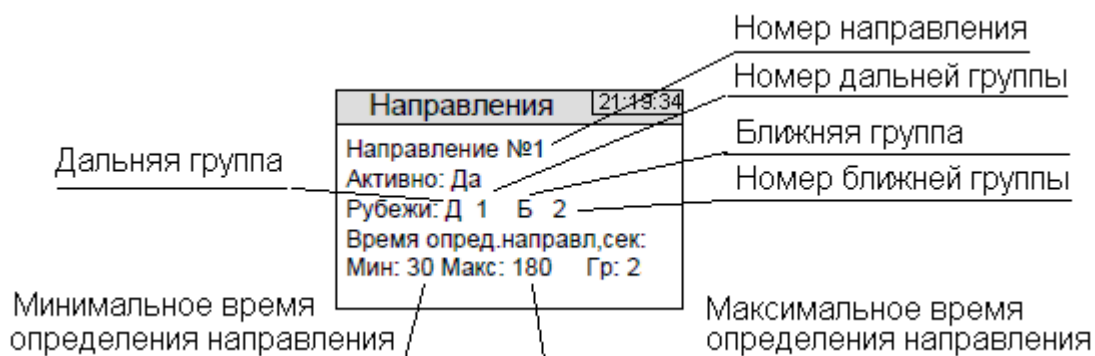

Рисунок 9
- выйти в меню «Развернуть», и выбрать «Направления», отобразится меню «Направления», рисунок 9.